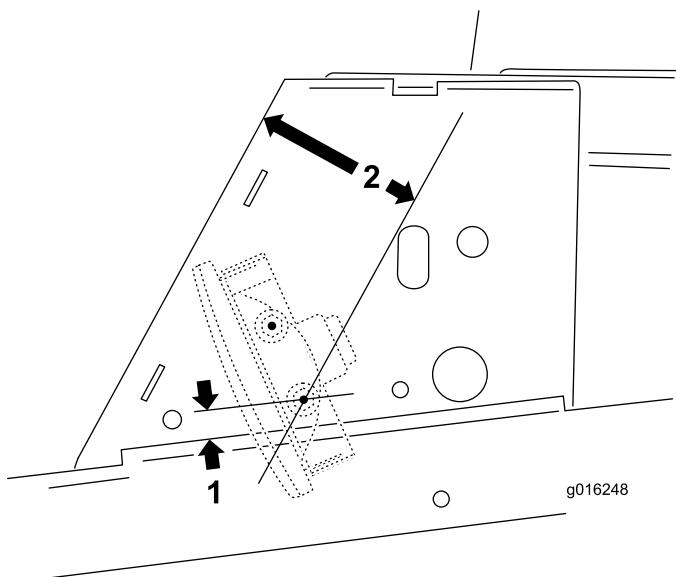

Figure 8
- A. Mesurez 1,25 cm (1/2 po) à partir du bord inférieur du carter de bras de commande et tracez un trait (Figure 8).
B. Mesurez 7,5 cm (3 po) à partir du bord avant du carter de bras de commande et tracez un trait (Figure 8).